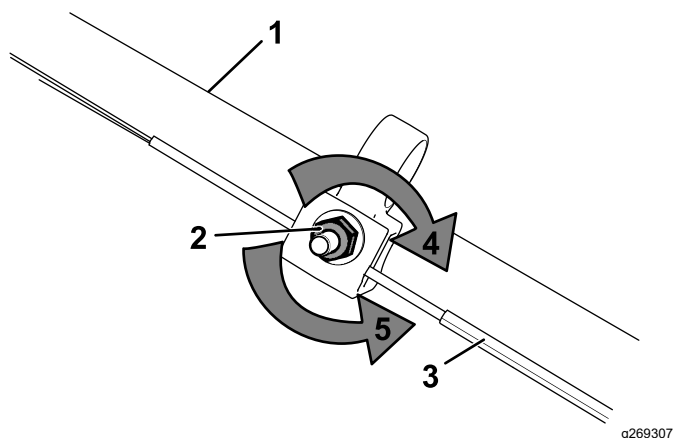

Figura 26
1. Rotii piulia de reglare în sens invers acelor de ceasornic pentru a slăbi cablul (Figura 26).
2. Ajustai tensionarea cablului (Figura 26) trăgându-l în spate sau în față și menținând poziția.